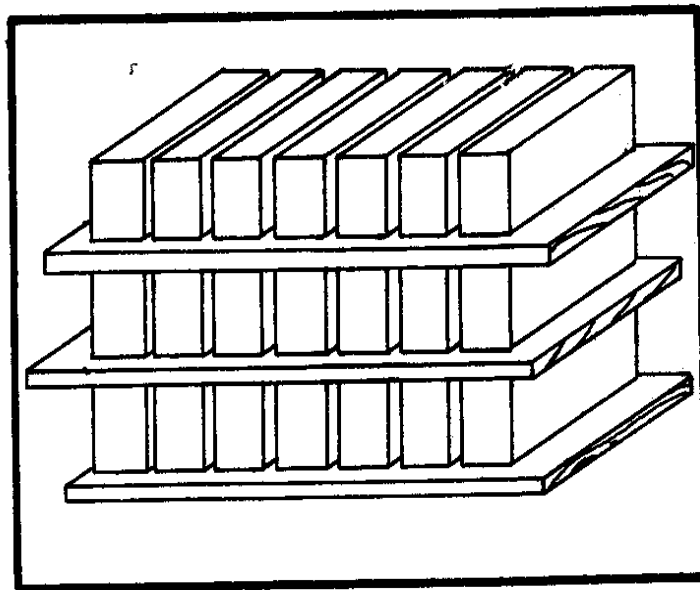

Fig. 20 - Blocks stacked for first 5-day cure.
64. en que Los bloques deben ponerse aplastan, unwarped, los tablones limpios, extensamente bastante para apoyar el lleno La anchura de de los bloques (Vea Fig. 20)